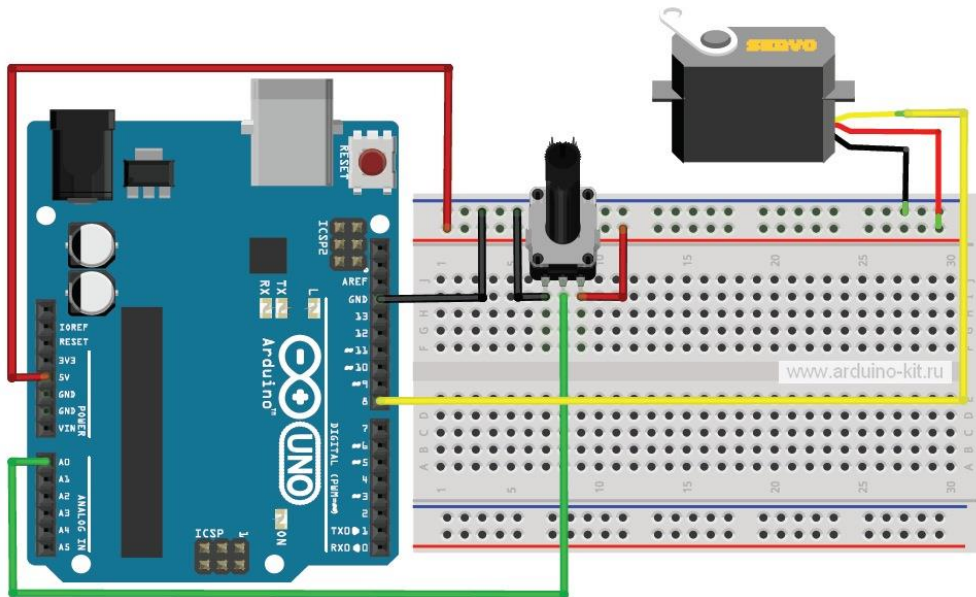

Рис. 17.2. Схема подключения сервопривода и потенциометра к Arduino
повторяться, информируя сервопривод о сохранении положения. В нашем эксперименте мы будем управлять положением сервопривода с помощью потенциометра. Схема подключения сервопривода и потенциометра к плате Arduino показана на рис. 17.2.
1. Подключаем датчик сервопривода и потенциометр по схеме на рис. 17.2.